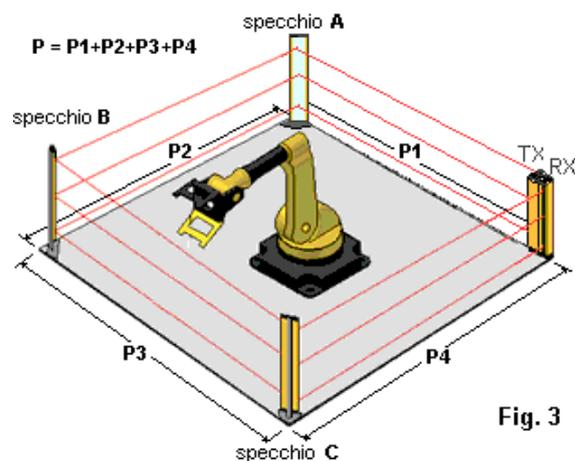
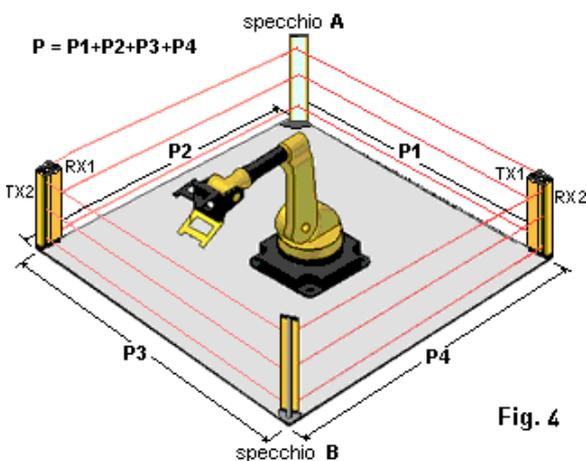

Fig. 3
Fig. 4
- protezione **totale** (quando la barriera protegge 4 lati impiegando 3 specchi come da fig. 3. Se il perimetro è elevato questa soluzione è sconsigliata per la difficoltà di allineamento, si consiglia l'uso di due barriere abbinata a due specchi come da fig. 4
| soluzione fig. 3 | P = 6 m | P = 12 m |